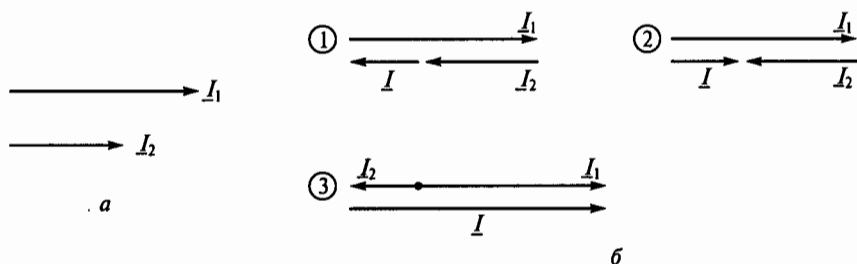

Рис. 83
**3.21.** Какая из трех векторных диаграмм на рис. 83, б правильно определяет разность  $I$  векторов  $I_1$  и  $I_2$ , показанных на рис. 83, а?